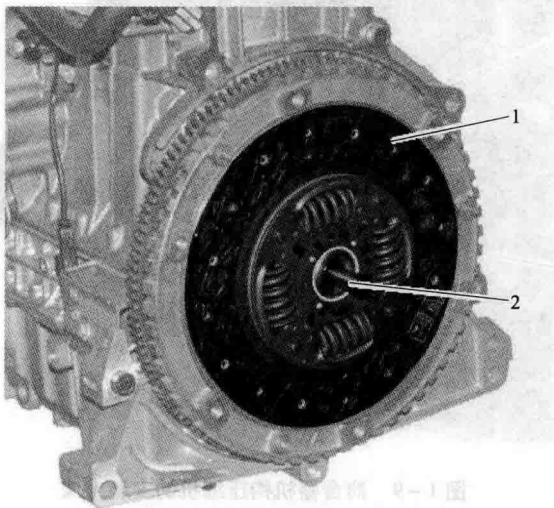

图 1-7 离合器心轴的安装
(1) 安装离合器心轴，使用离合器心轴将离合器从动盘对中，如图 1-7 所示。